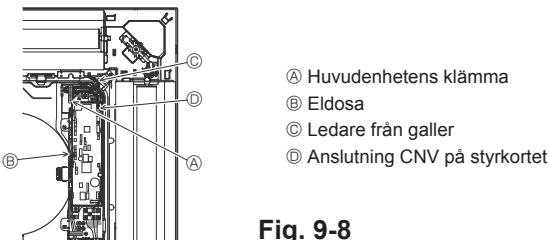

Fig. 9-8
9.4.4. Ledaranslutning (Fig. 9-8)